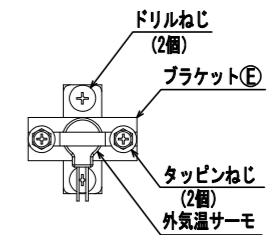

図6
- ⑤コードヒータの外気温度サーモをブラケットEにタッピンねじで取り付けてください。（図6）